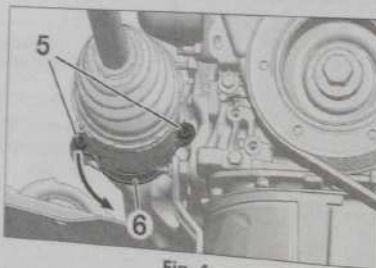

Fig. 4
• Dévisser sans les déposer, les 2 vis (5) (Fig. 4).